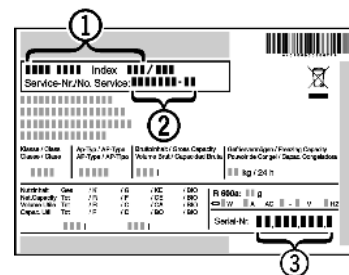

Fig. 5
- ▶ Назва пристрою *Fig. 5 (1)*, сервісний номер *Fig. 5 (2)* та серійний номер *Fig. 5 (3)* вказані на табличці типів. Табличка типів знаходиться всередині пристрою, зліва.
- ▶ Повідомте сервісну службу про характер неполадки, назву пристрою *Fig. 5 (1)*, сервісний номер *Fig. 5 (2)* та серійний номер *Fig. 5 (3)*.